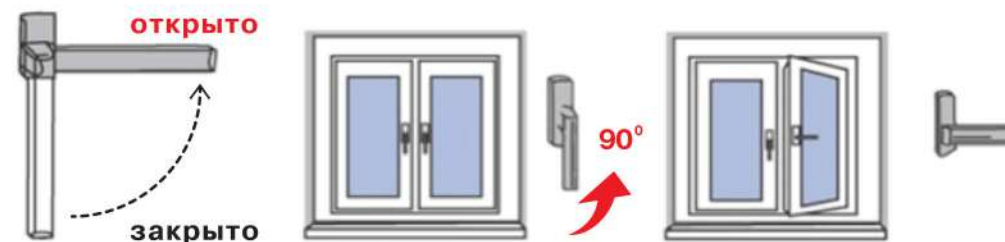

Рис.1
2) Чтобы открыть (распахнуть) створку окна, ручку поворачивают на 90 градусов в горизонтальное положение (положение «Открыто» на Рис.1). При повороте ручки закрытую створку слегка прижимают к раме другой рукой (чуть выше ручки). Затем, потянув за ручку, створку распахивают (сплошной режим—поворотное открывание).